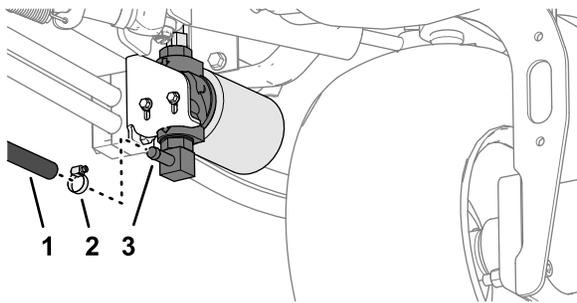

Figura 10
1. Retire a braçadeira de tubos que prende o tubo de retorno do depósito à união estriada da cabeça do filtro hidráulico (Figura 10).
2. Retire o tubo de retorno do depósito e deixe o fluido hidráulico drenar totalmente da cabeça do filtro e do tubo (Figura 10).
3. Monte o tubo de retorno do depósito e a braçadeira de tubos na união estriada e aperte a braçadeira (Figura 10).